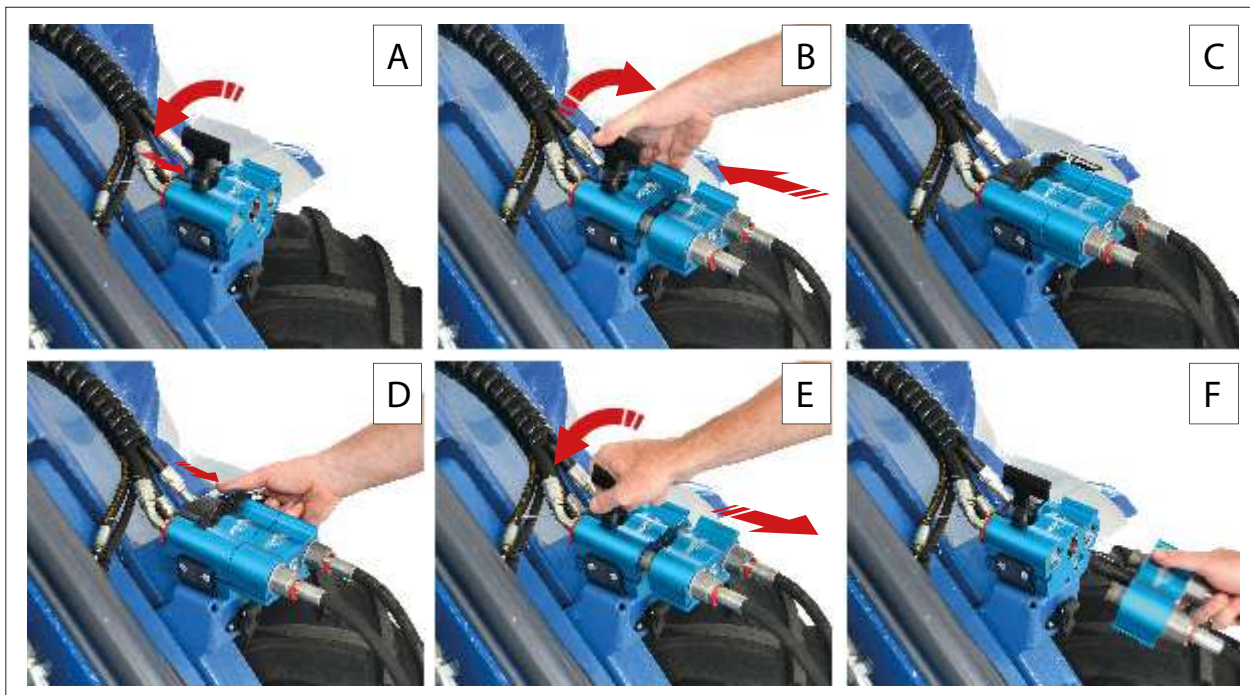

РИС. 37
Перед выполнением гидравлического соединения между машиной и навесным оборудованием (РИС. 37) необходимо сбросить остаточное давление в гидравлическом контуре машины. Для этого выполните следующие действия:
- 2) Нажмите кнопку блокировки (РИС. 36 - Сс. 2) на ручке замка и поднимите ручку замка (РИС. 36 - Сс. 3) в открытое положение (РИС. 37 - Сс. А).
- 4) Потяните стопорную ручку (РИС. 37 - Сс. В) вниз, зафиксировав панель адаптера в мультиконнекторе (РИС. 37 - Сс. С).
- 1) Нажмите кнопку блокировки (**РИС. 37 – Сс. D**) на ручке замка и поднимите ручку замка в открытое положение (**РИС. 37– Сс. E**).
- 2) Отсоедините гидравлические шланги навесного оборудования от машины (**РИС. 37 – Сс. F**).